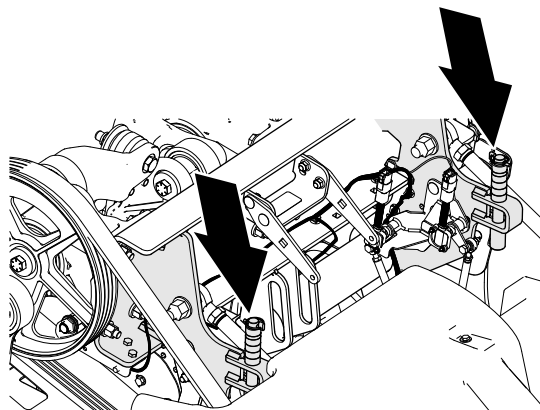
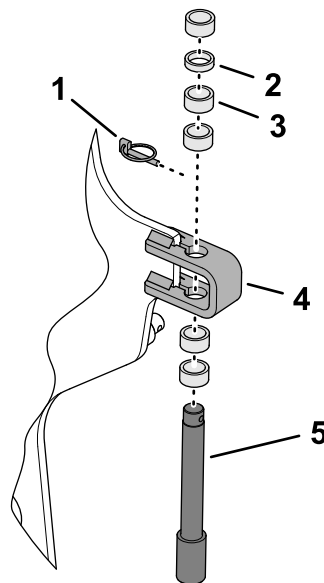

Figure 120
Figure 121
3. Retirez la goupille à anneau qui fixe la goupille et les entretoises de butée de profondeur au support de butée (Figure 120 et Figure 121).